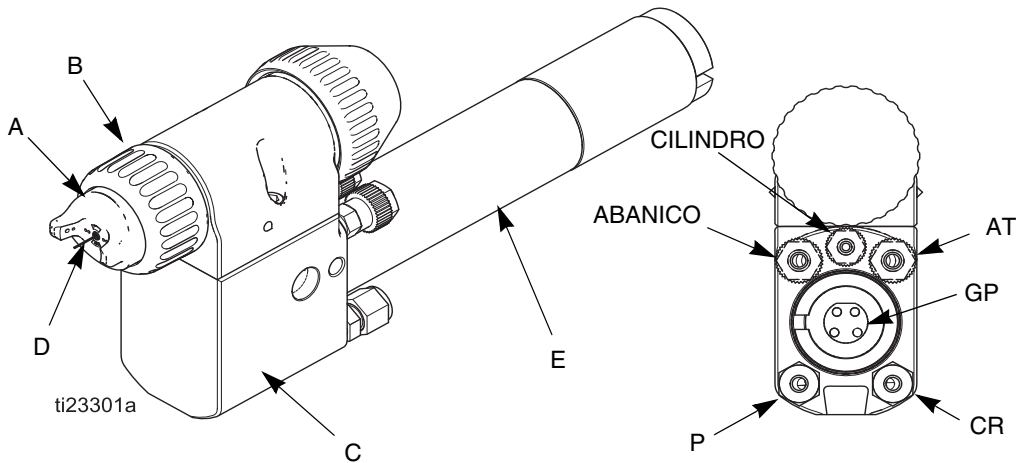

FIG. 1 Vista de la pistola con montaje trasero
La pistola de pulverización neumática electrostática y automática funciona de manera similar a una pistola de pulverización neumática tradicional. El aire de atomización y del abanico se emiten desde el cabezal de aire (A). Vea FIG. 1 en la página 8.
El controlador envía corriente a la fuente de alimentación (E), lo que hace que suba la tensión al nivel ajustado en el controlador. El sistema electrostático entra en el colector (C) y es dirigido hasta el electrodo de la pistola (D). El electrodo de la pistola de pulverización carga el fluido. El fluido cargado se dirige hasta el objeto conectado a tierra más cercano, rodeándolo y recubriendo todas las superficies de forma homogénea. Vea FIG. 1 en la página 8.